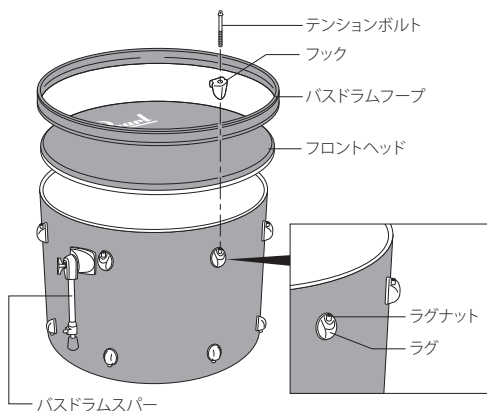

図1(フロント側)
1. バスドラムのフロント側(バスドラムスパーのついている方)を上にしてシェルを床に置き、パール・ロゴのあるヘッドをかぶせ、バスドラムフープを(平らな方を下にして)のせます(図1)。
2. フックにテンションボルトを通し、バスドラムフープにフックを引っ掛け、ラグのラグナットにネジ込んでヘッドにテンションをかけます(図1)。